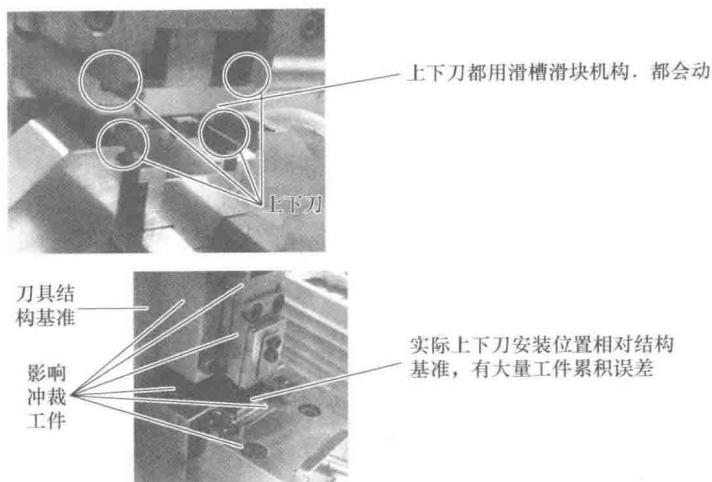
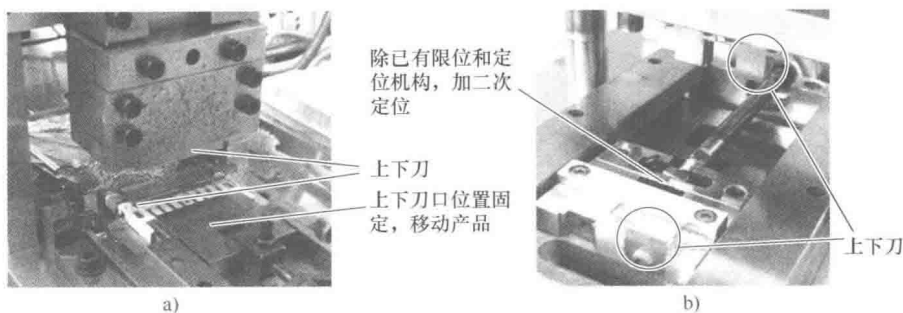

图 3-81 上下刀之间有较多间接基准的布置方式
图 3-82 移动式刀具布置
2) 移动式刀具。上下刀具安装位置相对设计基准有工件累积误差,因此不是很合理,如图 3-81 所示。如果一定要用这种方式,可对机构进行一些针对性的改进,如图 3-82 所示。
(3) 理论刀口间隙 上下刀口间隙的确定取决于物料材质、厚度和冲裁要求。根据笔者经验,对于普通冲裁,最佳刀口间隙,其实就是刀具贴在一起但能相对滑动时的间隙。典型例子:刚买回来的新剪刀。当工件的断面质量没有严格要求时,为了提高模具寿命和减小冲裁力,可以选择较大间隙值;当工件断面质量及制造公差要求较高时应选择较小间隙值。此外,知道刀口间隙是多少还远远不够,清楚机构如何确保这个间隙,才是要深入思考的。
(4) 刀具的结构设计及其他说明 刀口做导正处理,是有效避免崩刀口